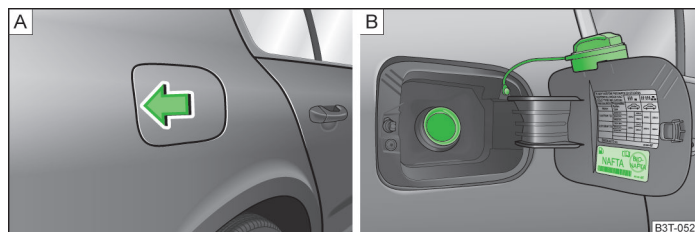

Fig. 164 Deschiderea clapetei rezorului de combustibil / clapeta rezorului de combustibil cu capacul închis
Pe interiorul clapetei rezorului sunt menționate tipurile adecvate de carburant pentru autovehiculul dvs » fig. 164 la pagina 205 - [B].
- Apăsați clapeta rezorului în sensul săgeții » fig. 164 - [A].
- Desfaceți bușonul rezorului rotind în sens antiorar și fixați-l de sus pe clapeta rezorului [B] - » fig. 164.